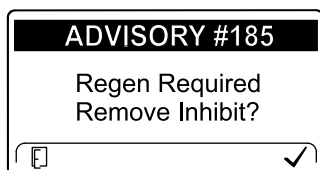

図 46
**注** リセット再生が必要な状態になったのに、リセット再生を「しない」に設定した状態になっている場合、15 分ごとにインフォセンター上にADVISORY #185 が表示されます 図 46。